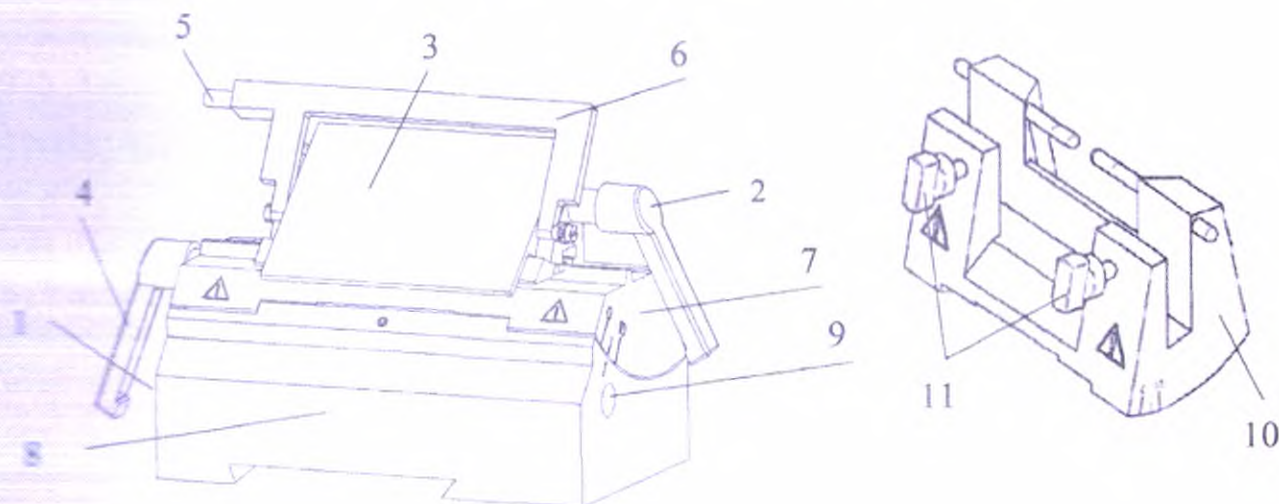

Рисунок 5. Установка держателя стального ножа, держателя лезвия и его основания
| Рисунок 5, (1)  | Ручка основания держателя для лезвий         |
| Рисунок 5, (2)  | Ручка зажима лезвия                          |
| Рисунок 5, (3)  | Прижимная пластина                           |
| Рисунок 5, (4)  | Ручка зажима                                 |
| Рисунок 5, (5)  | Толкающий стержень                           |
| Рисунок 5, (6)  | Защитный щиток лезвия                        |
| Рисунок 5, (7)  | Держатель лезвий KD-E1                       |
| Рисунок 5, (8)  | Основание держателя лезвия и ножа            |
| Рисунок 5, (9)  | Регулировочный винт                          |
| Рисунок 5, (10) | Держатель ножа микротомы KD-N1               |
| Рисунок 5, (11) | Поворотные ручки для фиксации стального ножа |
- Поверните ручку основания держателя для лезвий (Рисунок 5, (1)) против часовой стрелки.
- Установите основание держателя лезвия (Рисунок 5, (8)) на V-образный блок на основании прибора.
- Перемещением по V-образному блоку вперед/назад отрегулируйте положение основания (Рисунок 5, (8)).
- Поверните ручку основания держателя для лезвий (Рисунок 5, (1)) по часовой стрелке, заблокируйте основание держателя лезвия (Рисунок 5, (8)).
- С помощью шестигранного ключа ослабьте регулировочный винт (Рисунок 5, (9)) на основании держателя лезвия. Установите сам держатель лезвия (Рисунок 5, (7)) на основание держателя лезвия (Рисунок 5, (8)), одновременно отрегулируйте угол резки. После регулировки на соответствующий угол резки, заблокируйте регулировочный винт (Рисунок 5, (9)) на основании держателя лезвия.
- Для регулировки держателя одноразового лезвия, отпустите ручку зажима (Рисунок 5, (4)), переместите держатель одноразового лезвия вправо/влево до необходимого положения на основании держателя лезвия (Рисунок 5, (8)). Заблокируйте ручку зажима (Рисунок 5, (4)).
- При установке лезвия, отпустите ручку зажима лезвия (Рисунок 5, (2)) для одноразового лезвия, вставьте лезвие в паз, заблокируйте ручку зажима лезвия (Рисунок 5, (2)), чтобы зафиксировать лезвие в этом положении прижимной пластиной (Рисунок 5, (3)).
- При замене лезвия, сначала отпустите ручку зажима лезвия (Рисунок 5, (2)), оденьте защитный щиток лезвия (Рисунок 5, (6)), затем нажмите на толкающий стержень (Рисунок 5, (5)), чтобы удалить лезвие из паза.
**Внимание:** перед заменой исследуемого образца и после завершения работ на микротоме, следует зафиксировать ручной маховичок и надеть защитный щиток (Рисунок 5, (6)) на лезвие или стальной нож. Для каждого держателя лезвия есть защитная рамка, которой полностью можно закрыть режущую кромку лезвия.
- С помощью шестигранного ключа ослабьте регулировочный винт (Рисунок 5, (9)) на основании держателя лезвия. Снимите держатель лезвия (Рисунок 5, (7)) с основания (Рисунок 5, (8)).
- Поместите держатель стального ножа KD-N1 (Рисунок 5, (10)) на основание держателя лезвия (Рисунок 5, (8)), перемещайте держатель стального лезвия, пока отметка не совпадет с установочной линией, а затем заблокируйте его. Угол резки можно отрегулировать; Рекомендуемый угол: 45°.
- После регулировки на соответствующий угол резки, заблокируйте регулировочный винт (Рисунок 5, (9)) на основании держателя лезвия.
- При установке стального ножа, вставьте его в паз сбоку, затем закрутите две поворотные гайки (Рисунок 5, (11)), чтобы зафиксировать его. Положение ножа можно регулировать перемещением вправо/влево.